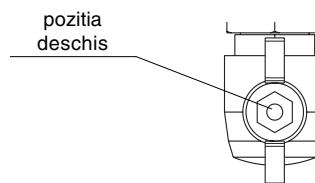

Fig. 15
- deschideti robinetul de gaz, in sens invers acelor de ceas (fig. 15).